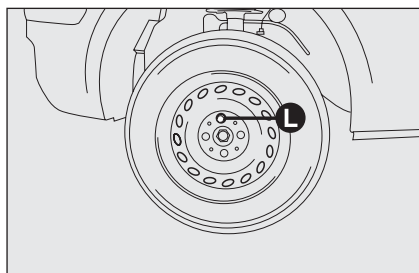

рис. 5
- Для комплектаций, имеющих колпак ступицы колеса, после ослабления 3 крепежных болтов снимите колпак, а затем отверните четвертый болт **L-рис. 5** и снимите колесо;